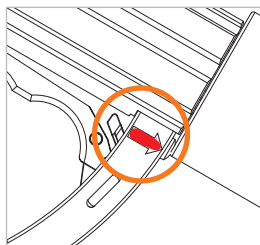

Figure 14
- ▶ Tournez le levier de verrouillage (pos. 6) en arrière dans le sens de la flèche (Figure 14) pour libérer le mécanisme de verrouillage et pour placer le levier de commande (pos. 7) en position OFF.